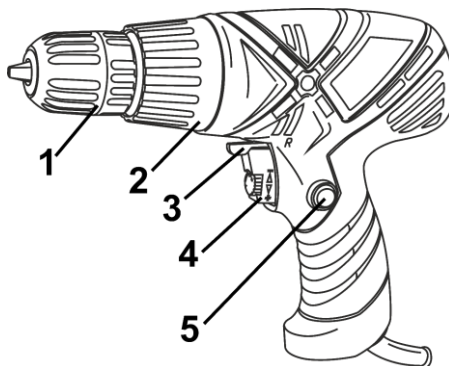

Рисунок 1
4.1 Встановіть необхідний крутний момент за допомогою кільця регулятора моменту затягування (2) (див. рисунок 1).
4.3 Для увімкнення в роботу натисніть на курок вимикача (4) (рисунок 1). Для відключення в роботу слід курок в іпустити. Регулювання швидкості обертання патрона здійснюється ступенем натискання на клавішу вимикача.